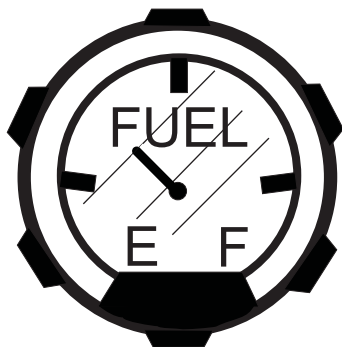

Bild 9. Bränslemätare
1. Fastställ om motorns bränslenivå är låg (Bild 9).